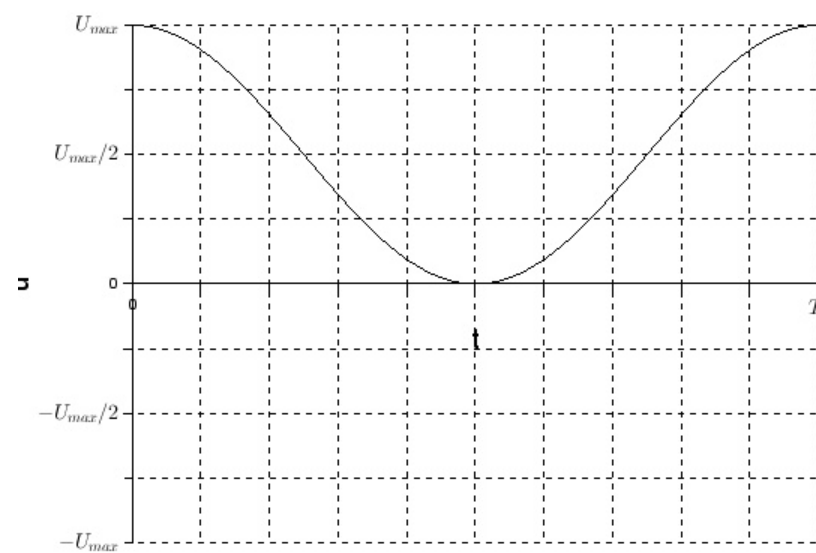

Figure C.1 : Chronogramme du signal  $u_e(t)$  sur une période.
**Q6.c.** On a représenté en Annexe (Partie C : - A RENDRE AVEC LA COPIE) le signal  $u_e(t)$  (Figure C.1) sur une période. Représenter sur le même graphique les signaux  $u_{scie}(t)$  et  $u_{mod}(t)$ . On note  $V_{sat}$  la tension de saturation positive de l'ALI. On prendra pour le tracé graphique :  $V_{sat} = U_{max}/2$